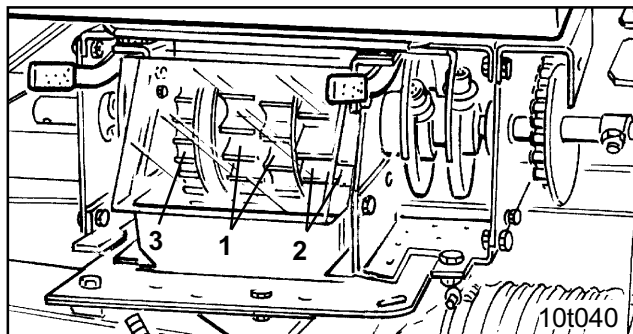

Fig. 11.1
- основную высевальную катушку, белого цвета (Рис. 11.1/1)
- основную высевальную катушку, оранжевого цвета (Рис. 11.1/2)
- высевальную катушку для мелкозернистых культур, черно-красного цвета (Рис. 11.1/3).